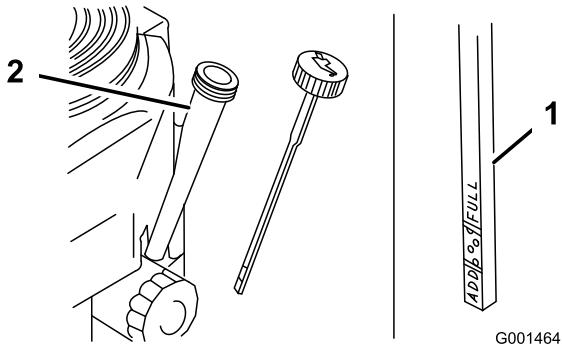

Figura 17
3. Limpe em torno da vareta do óleo (Figura 17).
4. Retire a vareta e limpe a extremidade (Figura 17).
5. Faça deslizar a vareta completamente para dentro do tubo da vareta sem a enroscar no tubo de enchimento (Figura 17).
6. Retire a vareta do óleo e verifique a extremidade. O nível de óleo deverá estar entre a marca Add (Adicionar) e a marca Full (Cheio) (Figura 17).